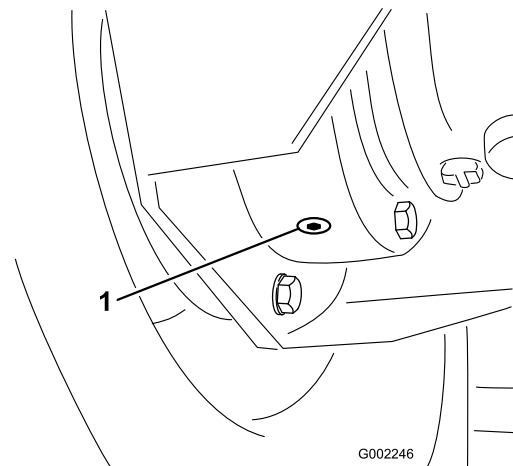

Figura 47
4. Coloque un recipiente debajo del tapón de vaciado interior y retire el tapón (Figura 47).